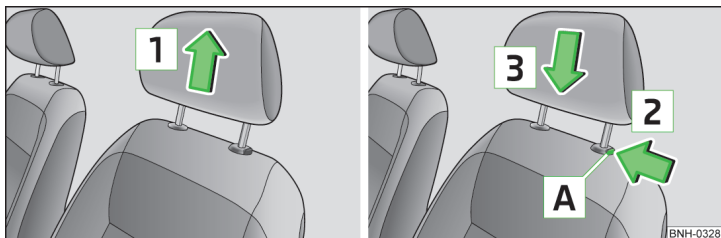

Abb. 49 Höhe der Kopfstütze vorn einstellen
- › Die Stütze **nach oben** in Pfeilrichtung **1** » Abb. 49 verschieben.